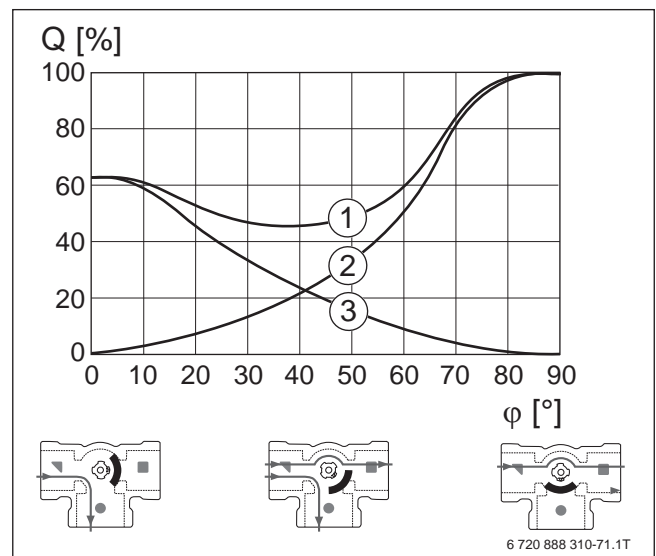

Bild 199 Mischerkennlinie
- [11] Mischerkennlinie 1/Mischerkennlinie 2 (→ Bild 199); DN25
- [12] Mischerkennlinie 3 (→ Bild 199); DN20